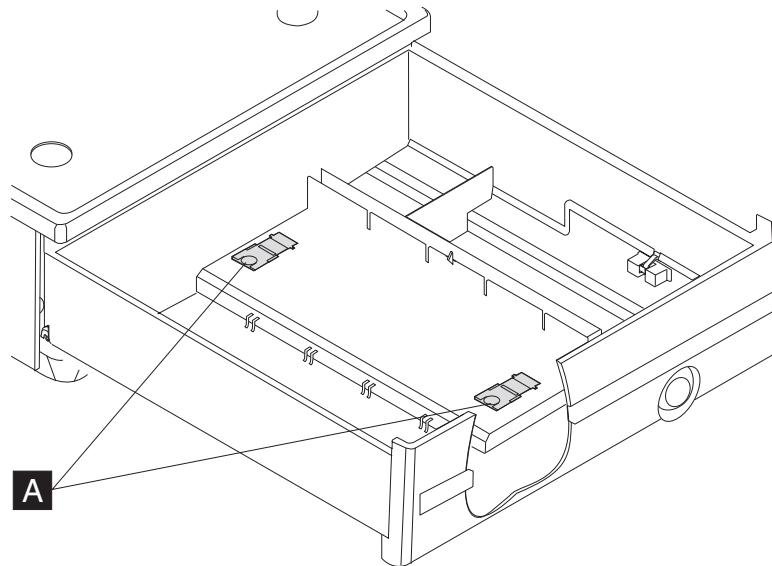
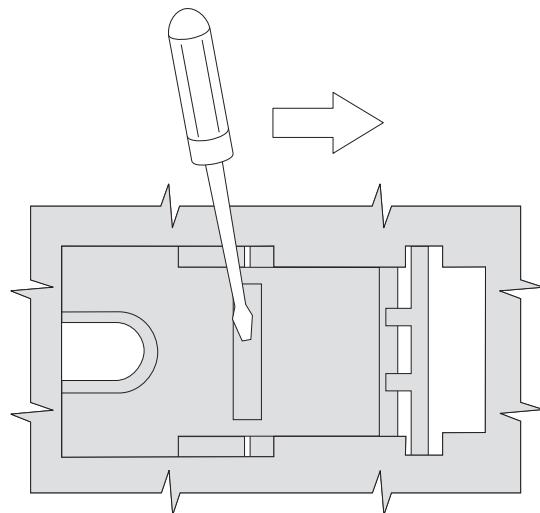

图 40. 卸下和更换抽屉
图 41. 从滑板组合件卸下现金抽屉
4. 使用硬币或大螺丝刀，移动抽屉滑动插销 **A**，直到从滑板组合件卸下抽屉。将这些插销置于抽屉正面（请参阅第 53 页的图 41 和图 40）。取出抽屉。